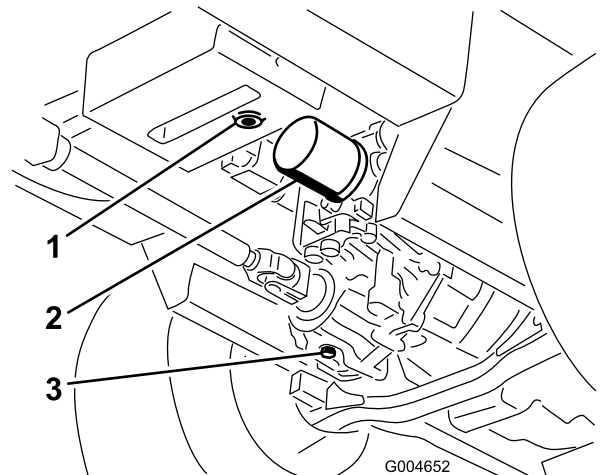

Figura 80
3. Coloque un recipiente grande debajo del depósito de aceite hidráulico y el alojamiento de la transmisión y retire los tapones; deje que se vacíe todo el aceite hidráulico (Figura 80).
4. Limpie la zona alrededor del filtro de aceite hidráulico y retire el filtro (Figura 80).